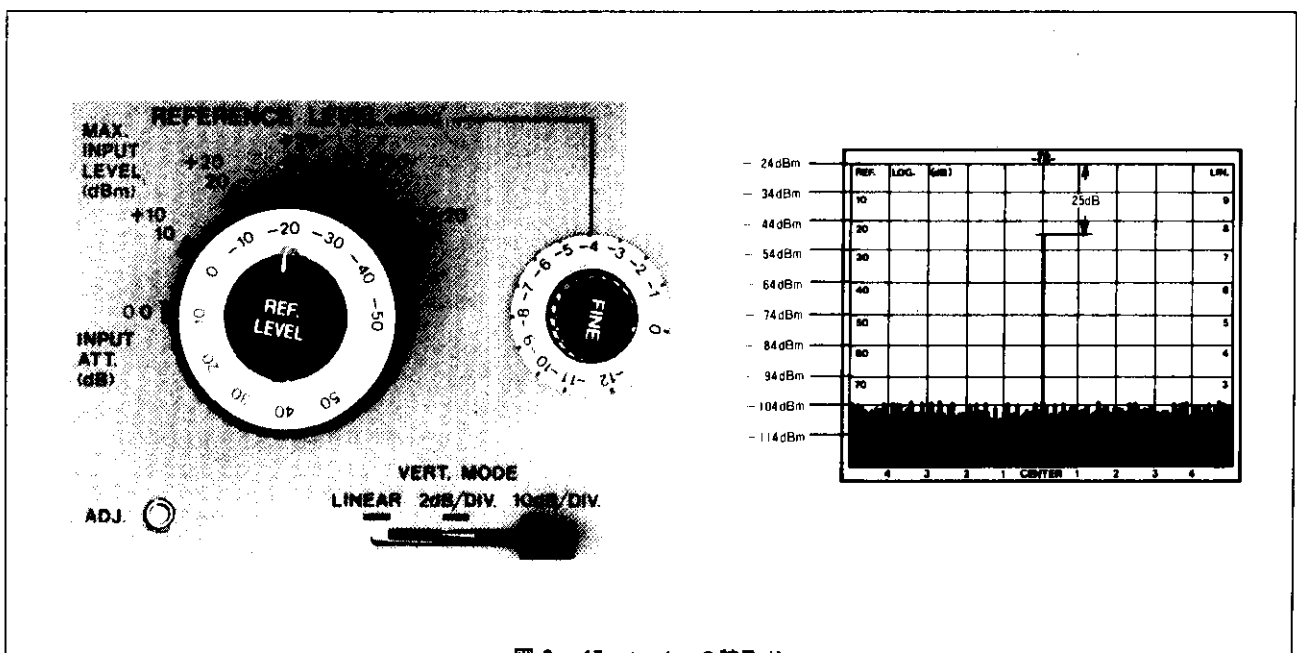

図2-17 レベルの読取り
6. **REF.** レベルの設定が〔図2-17〕の状態の下図のスペクトラムが得られたとします。このときのリファレンス・レベルは、 $(-20\text{dBm}) + (-4\text{dBm}) = -24\text{dBm}$ で、CRTディスプレイの一番上の目盛が、 -24dBm に設定されたこととなります。これよりスペクトラムのレベルは、 $(-24\text{dBm}) + (-25\text{dB}) = -49\text{dBm}$ となり、 -49dBm の信号であることがわかります。